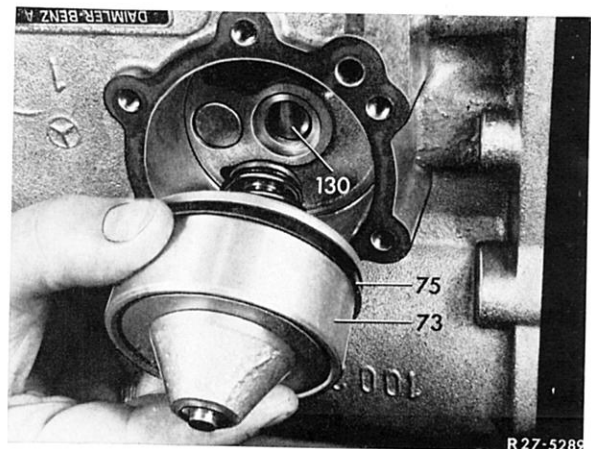

Bild 27-11/36
37 Sicherungsring (115) vom Bremsbandkolben B 3 (73) entfernen und Kolben (116) herausziehen. Lippendichtring (117) auf Verschleiß prüfen (Bild 27-11/37). Tellerfedern (14) und Anlaufscheibe (118) herausnehmen. Verbin-